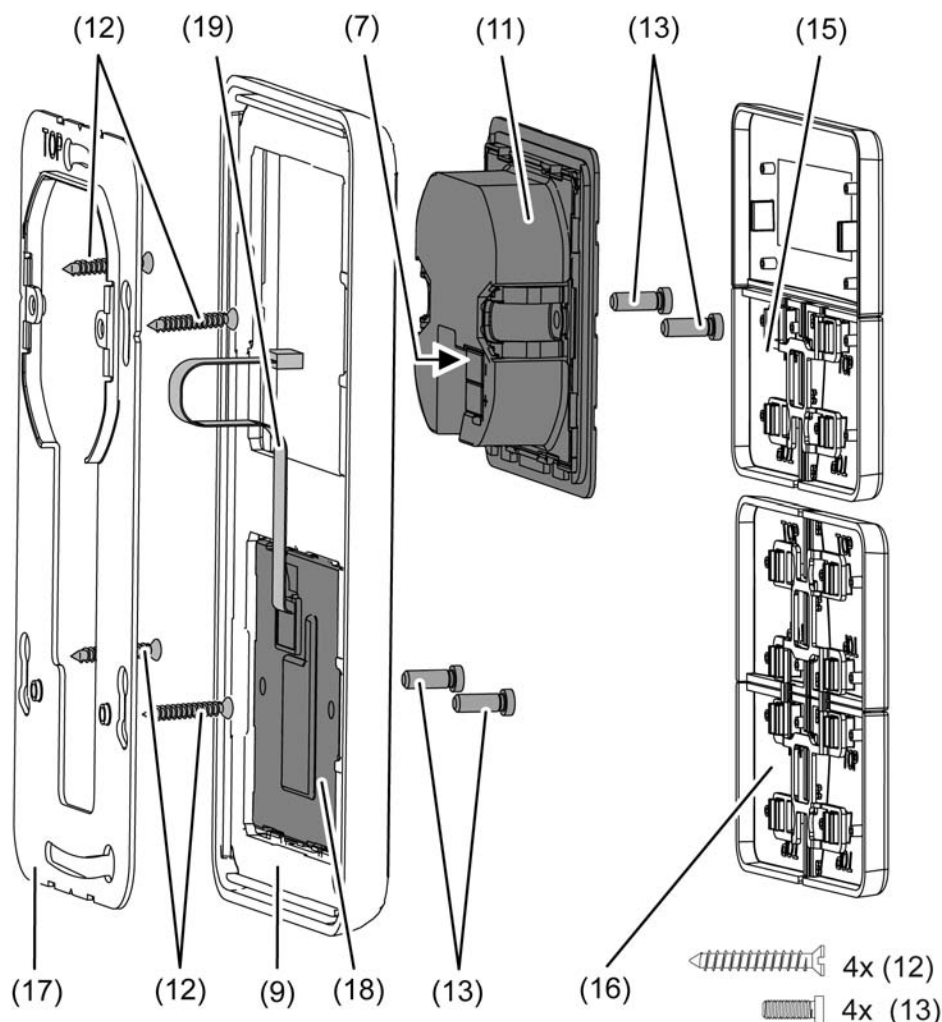

Bild 4: Montage des Tastsensor-Erweiterungsmoduls (Beispiel der Kombinationsmontage)
An ein Stetigregler-Modul kann jeweils ein Tastsensor-Erweiterungsmodul angeschlossen werden. Bei der kombinierten Montage eines Erweiterungsmoduls direkt unterhalb des Stetigregler-Moduls muss der große Tragring (17) montiert werden (Bild 4). Der große Tragring befindet sich im Lieferumfang des Tastsensor-Erweiterungsmoduls.